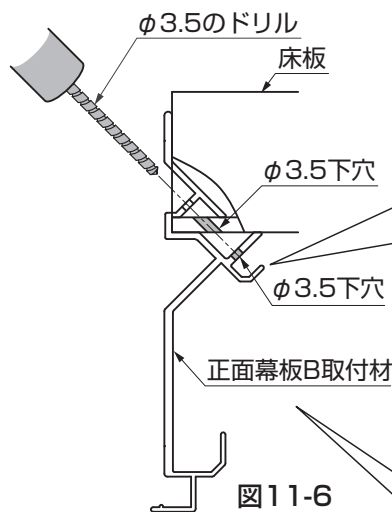

図11-6
- ②正面幕板B取付材の穴に従って床板下面と正面幕板B取付材にφ3.5の下穴をあけてください。(図11-6参照)